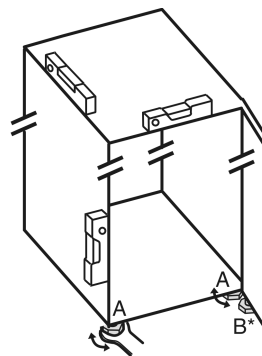

Fig. 5
- ▶ Nastavljive noge Fig. 5 (A) odvijajte s priloženim ključem z odprtim koncem in vodilom, dokler naprava ni trdno poravnana in vodoravna.
► Nastavljivo nogo *Fig. 5 (B)* na ležajnem podstavku spodaj odvijajte s priloženim ključem z odprtim koncem, dokler ne stoji trdno na tleh.
► Nastavljive noge *Fig. 5 (B)* obrnite za 90°.